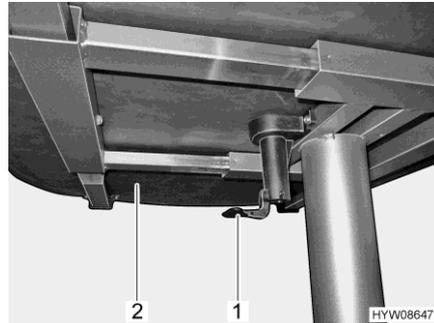

Fig. 64 Levier de déplacement du plateau de table
- Tirer le levier (Fig. 64,1) vers le bas ou l'enfoncer.
- Décaler le plateau de table (Fig. 64,2) dans la position désirée.